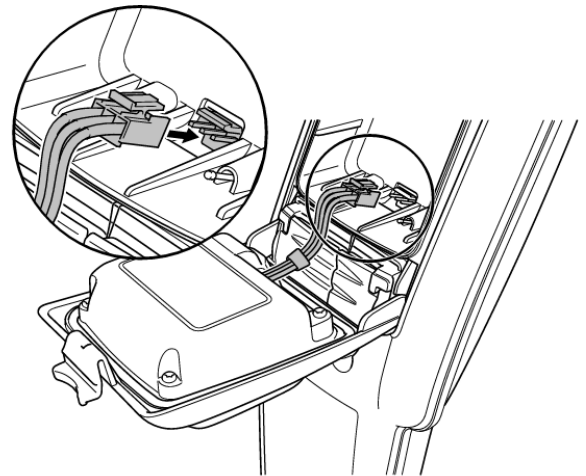

Figure 4.7 Branchement du cordon li ion
- 2 Si vous utilisez un bloc batterie li-ion, déconnectez le cordon (voir figure 4.7).
Si vous utilisez un bloc batterie li-ion, branchez le cordon dans le connecteur correspondant (fig. 4.7).